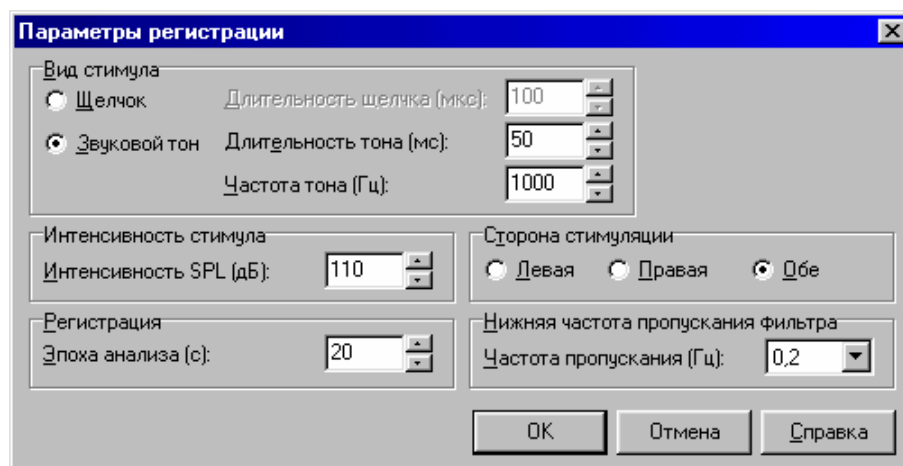

Рис. 3.82
2. В начале пробы и по команде **Настройка|Параметры регистрации** выдается диалоговое окно с параметрами регистрации (Рис. 3.82).